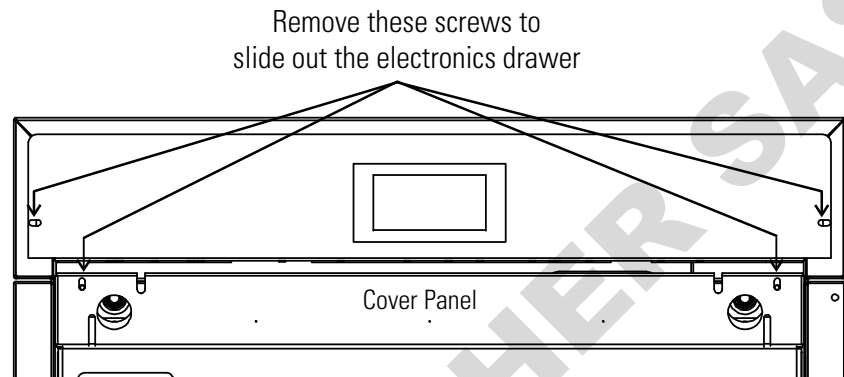

Figura 7-4. Screw Locations
2. Asprire la porta dell'armadio esterna e rimuovere le quattro viti indicate in Figura 7-4.
6. Quando il cablaggio è completato, far scorrere il cassetto dell'elettronica nel, molto attenti a posizione il cavo del riscaldatore porta sul retro nella fessura in modo che il cassetto non schiacci il cavo (Figura 7-4).